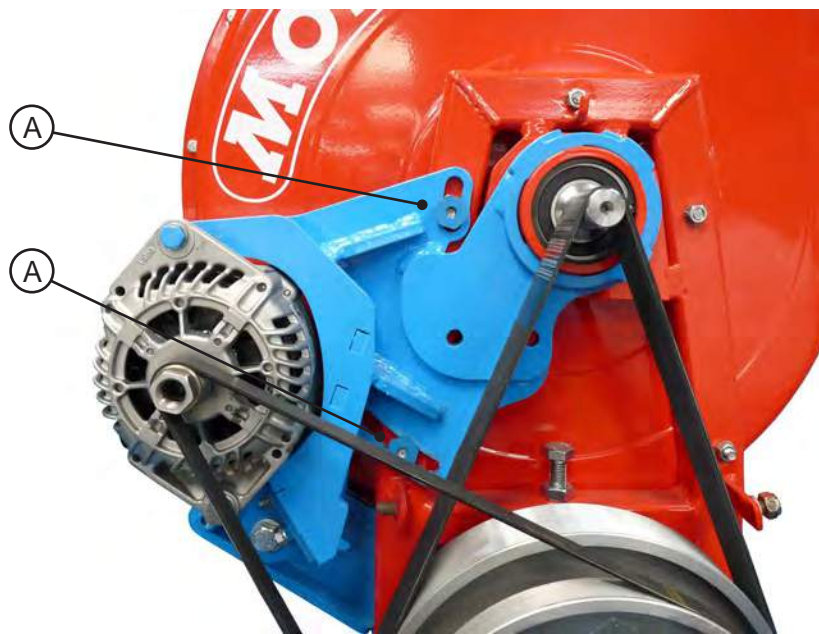

Fig.2
**Avant chaque campagne, vérifier le serrage des vis (A, B & C - fig. 2 et 3).**
- Desserrer les deux écrous arrière (A - fig. 2)
**Before each season, check that the screws are tight (A, B & C fig 2 and 3).**
- Unscrew the two rear nuts (A - fig. 2)
**Antes de cada campaña, comprobar el apriete de los tornillos (A, B & C - fig. 2 y 3).**
- Aflojar las dos tuercas traseras (A - fig. 2)
**Prima di ogni campagna, controllare il serraggio delle viti (A, B & C - fig. 2 e 3).**
- Allentare i due dadi posteriori (A - fig. 2)